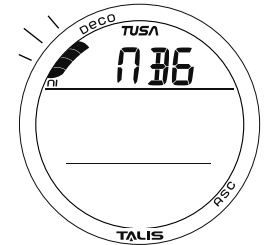

Abb. 34 - NiBG-ALARM EINSTELLEN
**NiBG-ALARM EINSTELLEN**, Informationen beinhalten (Abb. 34):